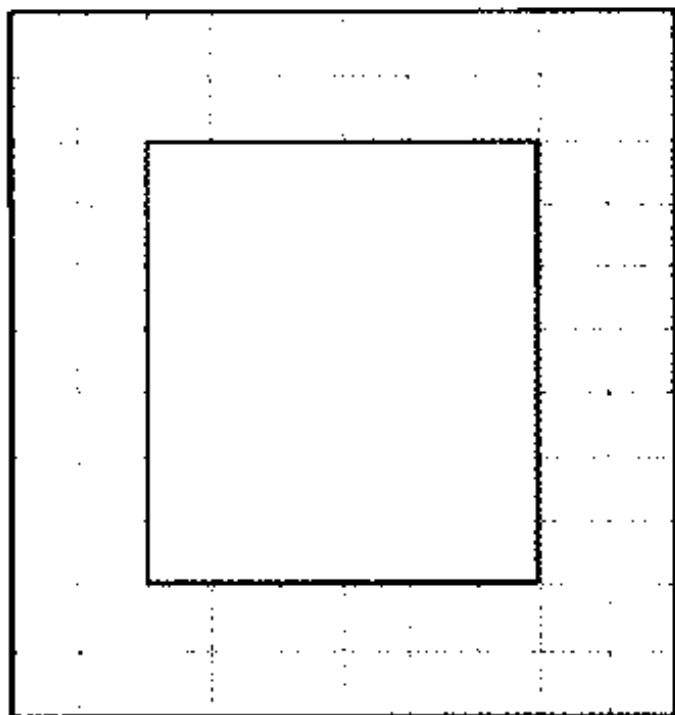

图 3-18 绘制矩形
(1) 在 Drawing Tools 工具栏中单击  按钮,选择矩形工具,此时鼠标箭头变为十字光标。
(2) 在图纸中某处单击,确定矩形某一顶点的位置,移动十字光标,在适当的位置单击,确定矩形对角线上的另一顶点的位置,完成绘制矩形的操作,得到如图 3-18 所示的效